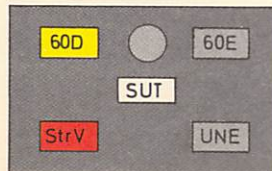

Bild 78
- (10) Leuchtet der Melder für Unregelmäßigkeiten in der Stromversorgung rot (vgl. Bild 78) und ertönt der Summer, kann z. B.